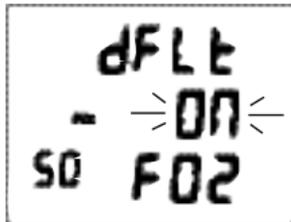

Fig. 21 - AJUSTE FO2
**AJUSTE FO2 50% PREDETERMINADA;** ésta es la información mostrada (Fig. 21):